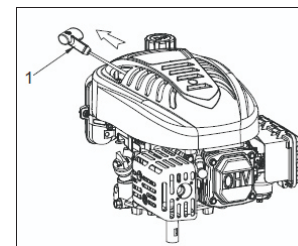

Fig.3
**AVISO:** Não permita que a alavanca do motor de arranque (1) se encoste contra o motor. Retorne delicadamente para evitar danos ao motor de arranque. (Fig.3)